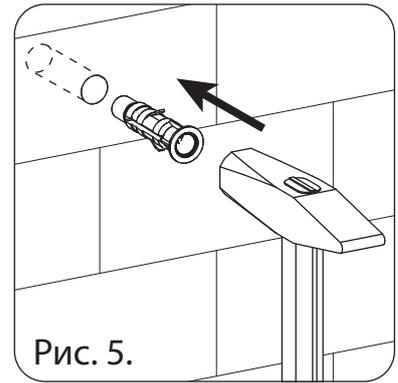

Рис. 5.
3. Сдвинув петлю, полностью освободите составные части (см. рис. 5).